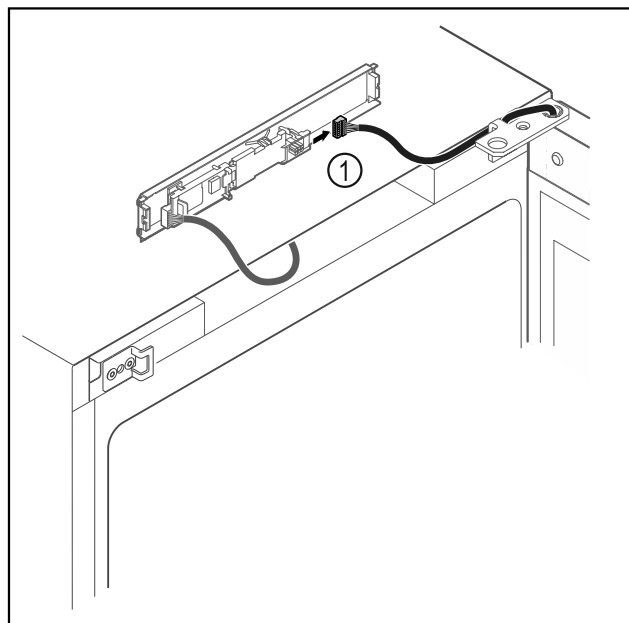

Fig. 19
- Scollegare il connettore Fig. 19 (1) dalla scheda.